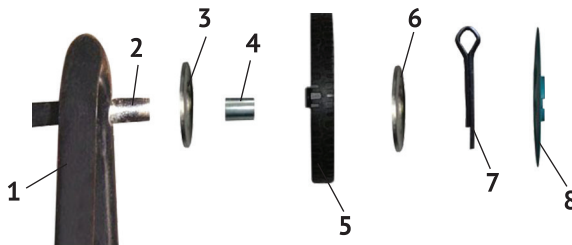

рис.3
6.2 Монтаж колёс с осью см. рис.3:
- вынув шплинт (рис.3 поз.7), снять с оси (рис.3 поз.2) втулки и шайбу;
- установить на ось распорную втулку (рис.3 поз.3), втулку (рис.3 поз.4) и колесо (рис.3 поз.5) в последовательности, изображённой на рис.3;
- зафиксировать колесо шплинтом и установить колпак колеса (рис.3 поз.8).